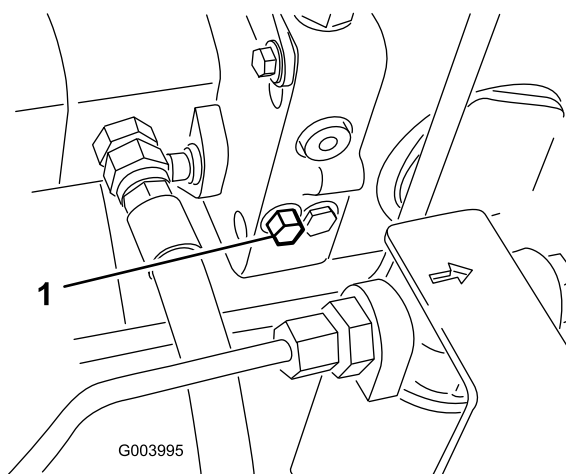

図 22
1. バイパスバルブはไฮドロスタットの左側にある(図 22)。バイパスバルブを右または左1~1.5回転させると内部でバイパスが形成される。これにより、トランスミッションを破損することなく、機械を押して低速で移動できるようになる。